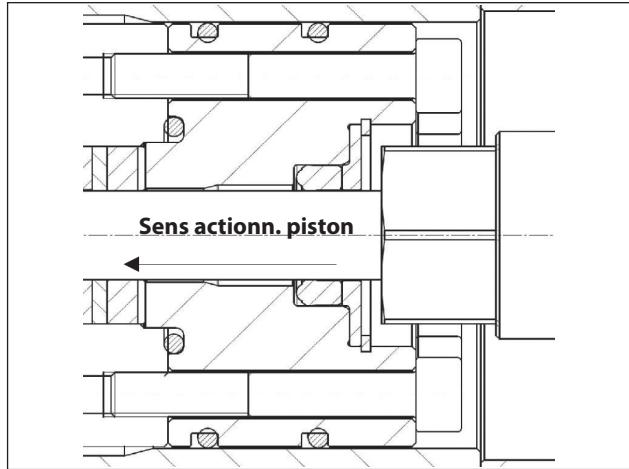

Fig. 44
- Introduire le joint L.P. dans la chemise avec la lèvre d'étanchéité dans le sens d'actionnement du piston, comme le montrent les Fig. 44 et Fig. 45, et lubrifier légèrement le diamètre extérieur avec de la graisse à base de silicone type OKS 1110.